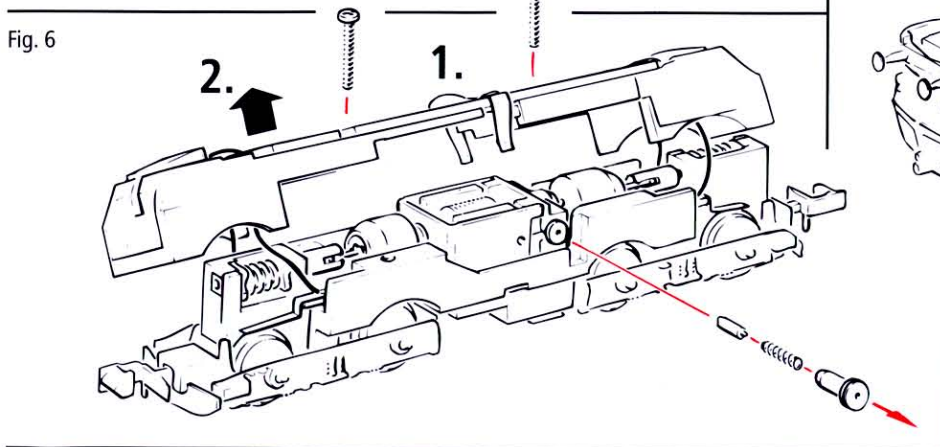

Fig. 8
**4. Échange des bandages d'adhérence:** Démontez d'abord le **couvercle du carter** des engrenages (fig. 4). Délogez ensuite les essieux bandagés et enlevez, à l'aide d'une aiguille ou d'un tourne-vis fin les bandages d'adhérence (fig. 8). Lors du montage des nouveaux bandages veuillez veiller à ce que les bandages **ne soient pas tordus**.
**4. Change of traction tyre:** Remove **gear cover** (fig. 4) Take out **wheel set** and remove **traction tyre** using a pin or a fine screwdriver (fig. 8). When pressing on the new traction tyre please **avoid twisting it**.
**4. Haftreifenwechsel:** Zuerst die Drehgestellblenden abnehmen (Fig. 4). Danach den **Radsatz** herausnehmen und den **Haftreifen** mit einer Nadel oder mit einem feinen Schraubendreher abziehen (Fig. 8). Beim Aufziehen des neuen Haftreifens bitte darauf achten, dass dieser sich **nicht verdreht**.